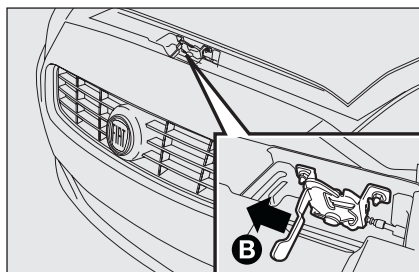

fig. 117
- introduire la main entre le coffre et le pare-chocs et pousser vers la gauche le petit levier **B-fig. 117** comme indiqué;